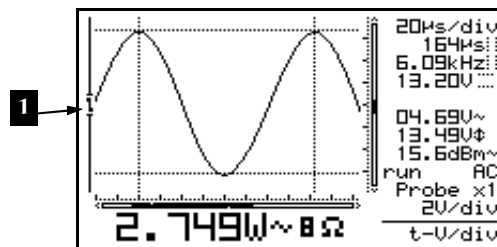

Fig 36
- Het wijzigen van de tijdsbasis of gevoeligheid schakelt het autobereik uit. (Fig 36)